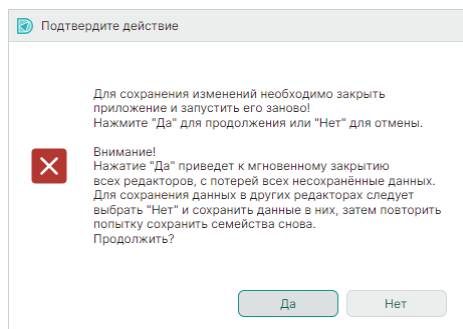

Рис. 37 Подтверждение действия
5. Выполните перезагрузку Delta Design, подтвердив действие с помощью кнопки «Да» в информационном окне, см. Рис. 37.